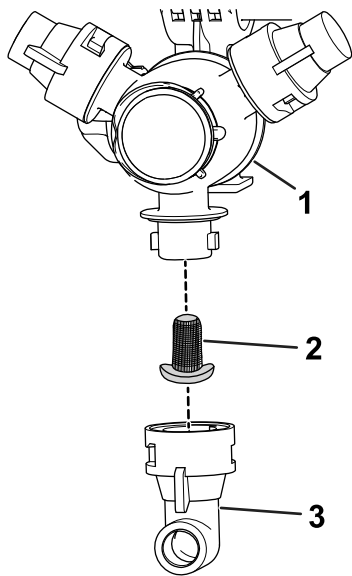

図 107
2. タレットからノズルを外す 図 107。
3. 古いノズルフィルタ 図 107を外す。
4. 新しいノズルフィルタを取り付ける 図 107。
5. タレットにノズルを取り付ける 図 107。